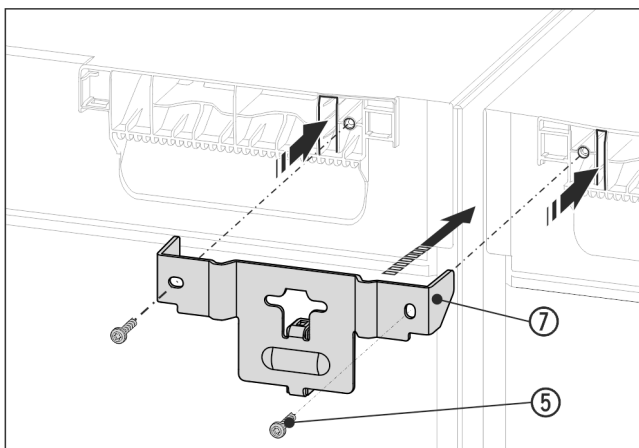

Fig. 15 Примерное отображение
- ▶ Надвиньте угол Fig. 15 (7) с помощью распорной детали между устройствами и накладками в крышку устройства. Прикрутите 2 винтами Fig. 15 (5).